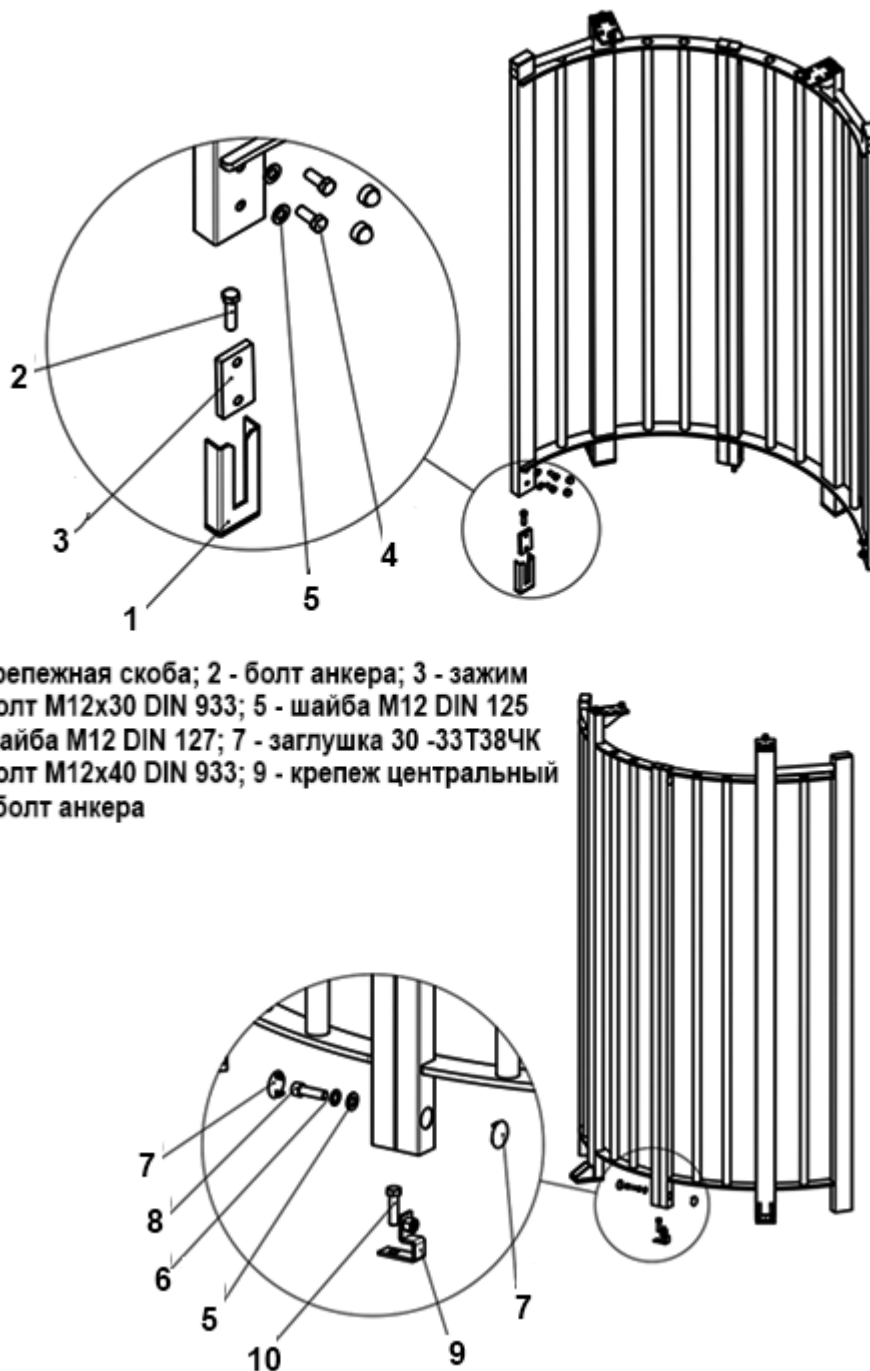

Рисунок 7 – Крепление неподвижной панели ограждения
4.2.8 Рисунок 7 – закрепить неподвижную панель ограждения турникета, используя крепежные скобы (1) 2 штуки и крепеж центральный (9), болты анкеров (2) и (10) М12, закрутив их в соответствующие анкера, используя ключ 19 мм.